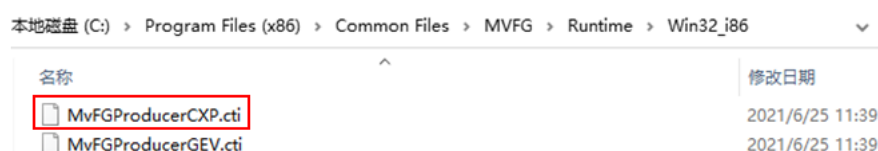
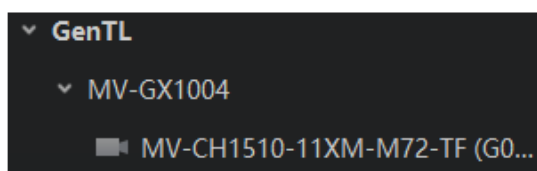

图2-5 打开 cti 文件
图2-6 枚举采集卡下的相机
3. 在弹出的界面中选择采集卡的 cti 文件，如图 2-5 所示，单击“打开”。MVS 客户端即可枚举到 CoaXPress 相机，如图 2-6 所示。